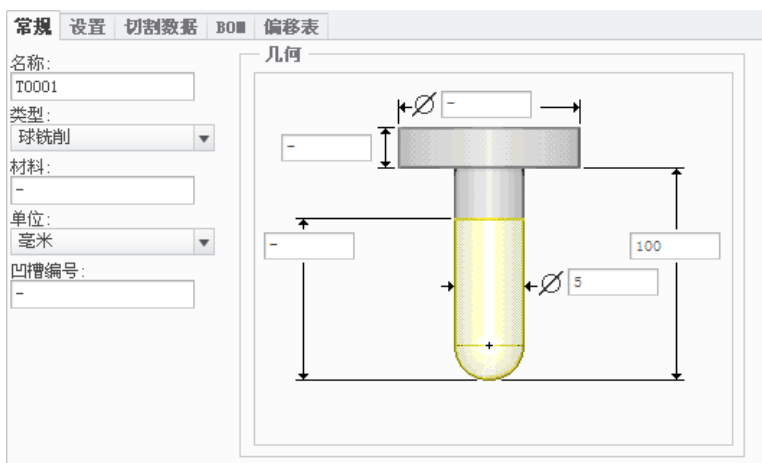

图 7.3.4 设置刀具一般参数
Step4. 在弹出的“刀具设定”对话框的 **常规** 选项卡中设置图 7.3.4 所示的刀具参数，设置完毕后依次单击 **应用** 和 **确定** 按钮，返回到“铣削加工中心”对话框。在“铣削加工中心”对话框中单击  按钮，返回到“操作”操控板。